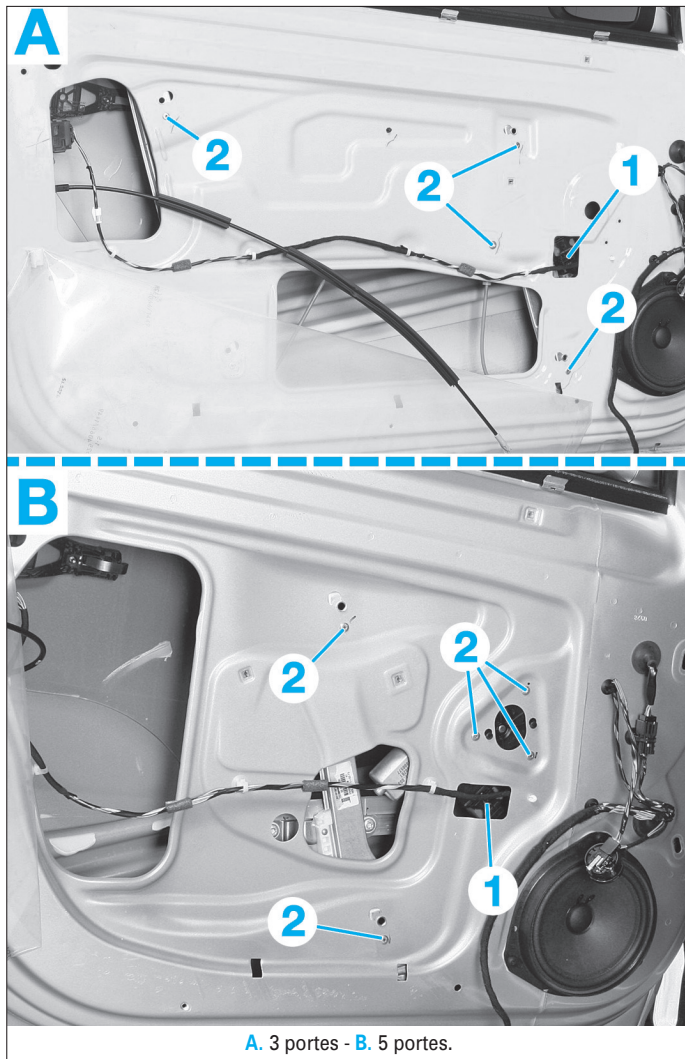

Fig. 38
- Débrancher le connecteur (1) (Fig.38).